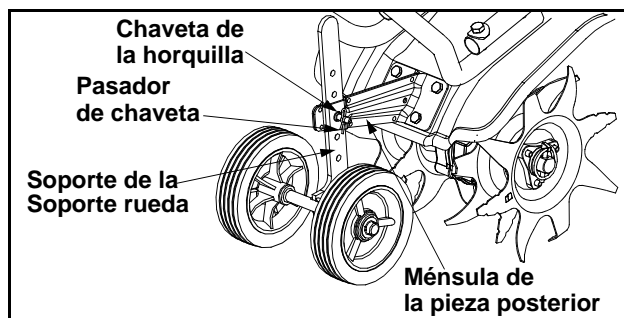

Figura 6
- Extraiga la chaveta de retén de la chaveta de horquilla y deslice la chaveta hasta extraerla de la ménsula de la pieza posterior. Vea Figura 6.